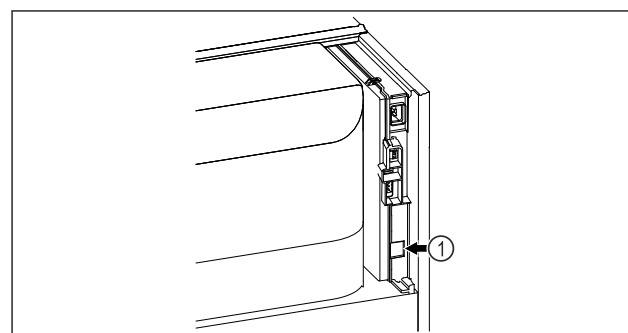

Fig. 128
- SmartModule Fig. 128 (1) ist eingesetzt.